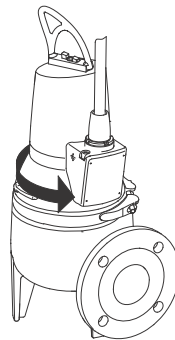

Fig. 11 Sentido dos solavancos
3. Se estiver ligada corretamente, a bomba irá mover-se na direção contrária ao sentido de rotação. Consulte a fig. 11.